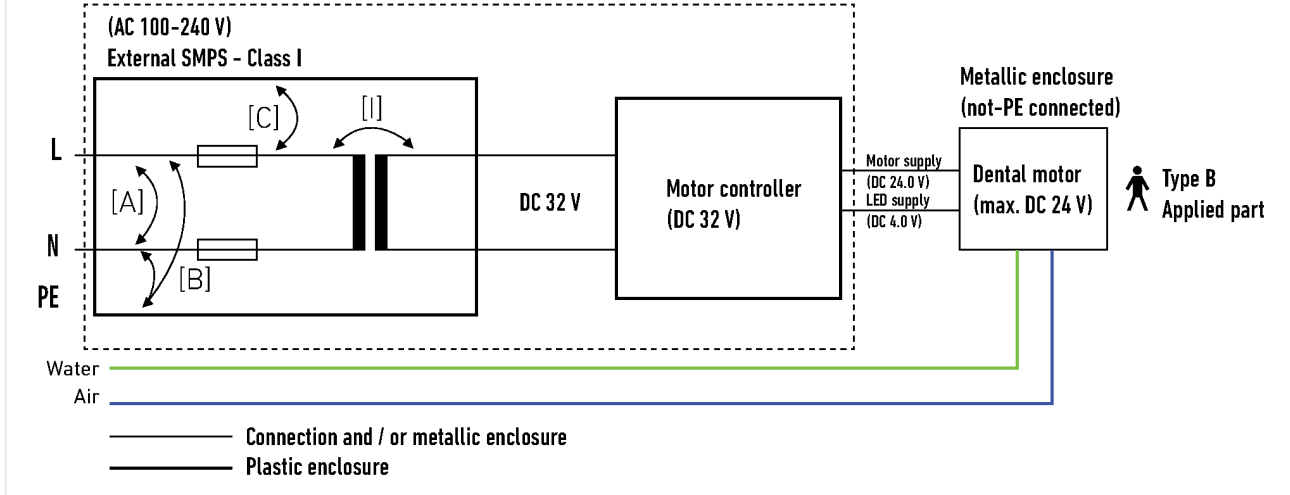

FIG. 1
Siguranța electrică poate fi garantată doar dacă dispozitivul este utilizat conform schemei de izolare de mai sus. FIG. 1.
- Atunci când se utilizează în conformitate cu schema de izolare FIG. 1, dispozitivul respectă următoarele prevederi ale IEC 60601-1:
Compatibilitatea electromagnetică a motoarelor și a furtunurilor compatibile a fost verificată pentru o configurare de testare reprezentând utilizarea finală tipică, conform schemei de izolare FIG. 1. Compatibilitatea electromagnetică trebuie validată în vederea utilizării finale, după instalarea motorului în unitul dentar.
Montarea recomandată corespunde schemei de izolare FIG. 1.